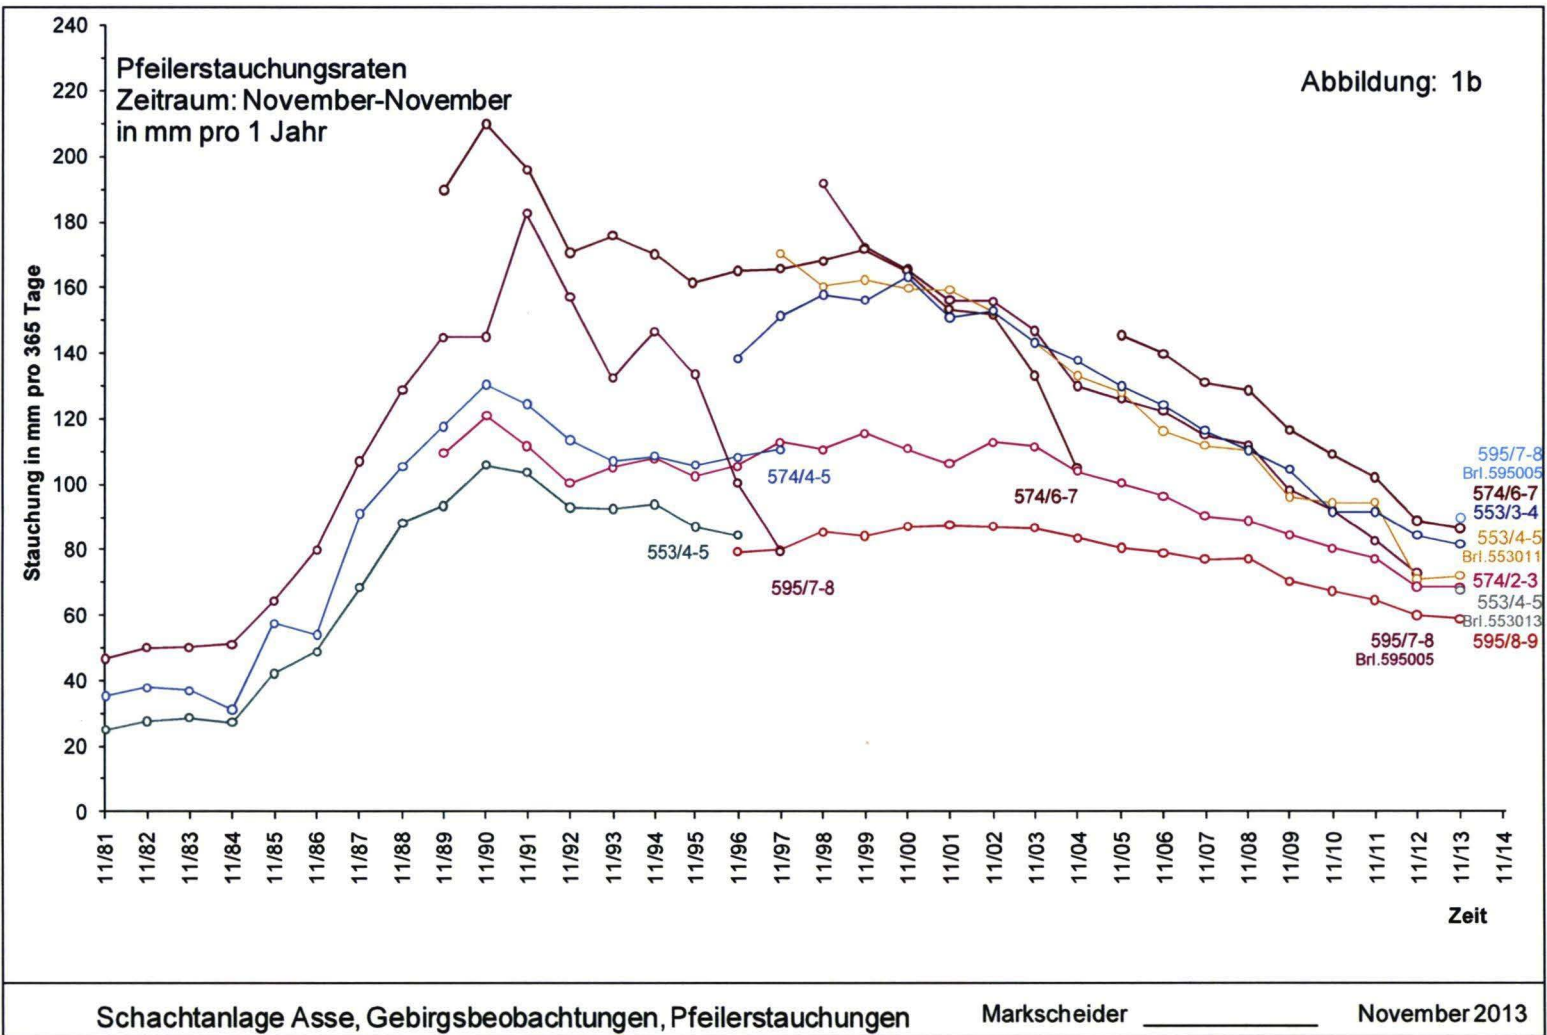

Abbildung 1b: Pfeilerstauchungsraten 553- bis 595-n-Sohle [mm/a]
- Abbildung 1b: Pfeilerstauchungsraten 553- bis 595-m-Sohle [mm/a]